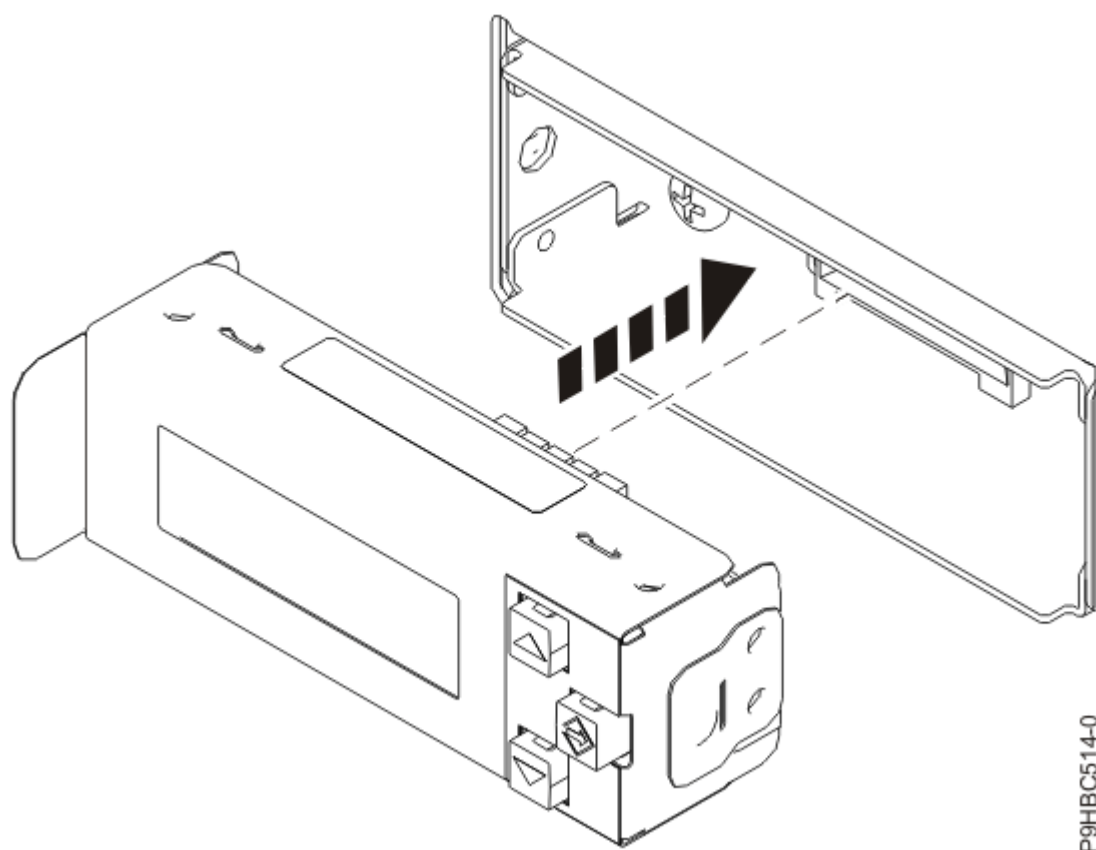

Figura 61. Inserció de la pantalla del panell de control
4. Inserir la pantalla del panell de control fent pressió a l'allotjament, tal com es mostra a la Figura 61 a la pàgina 67. Queda encaixada al seu lloc.